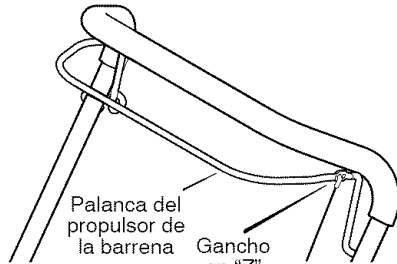

Figura 20
1. Quite el **gancho en "Z"** de la **palanca de propulsión de la barrena** (Figura 20).
7. Monte el **gancho en "Z"** a la **palanca de propulsión de la barrena** (Figura 20).